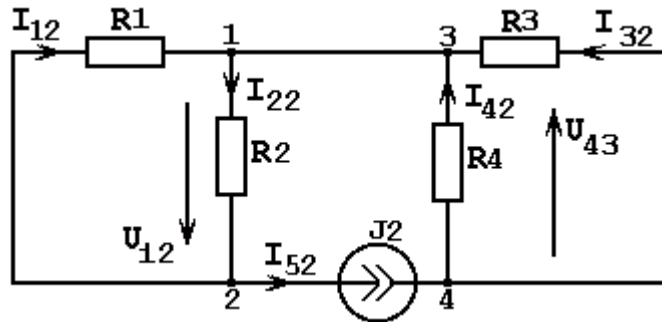

Рисунок 1.63
4.1. Указываем условно-положительные направления напряжений и токов в схеме (рисунок 1.63)